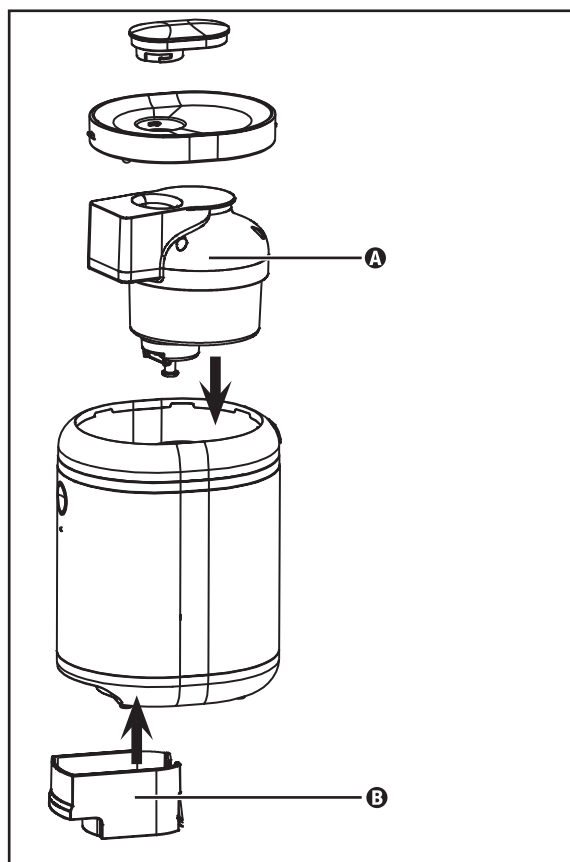

Abb. 4
- Nehmen Sie das Gerät zur gründlichen Reinigung auseinander (siehe Abb.4):